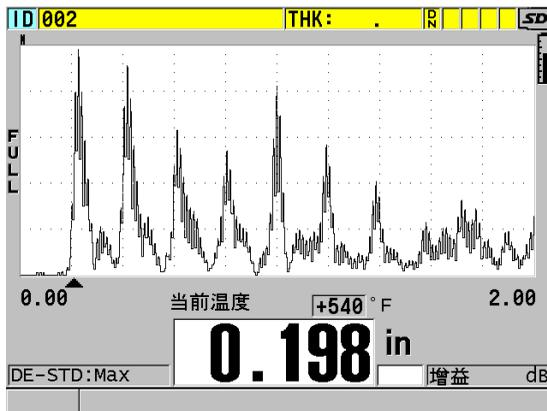

图 10-19 温度补偿数据的显示
- 按 [测量] 键，返回到测量屏幕，此时温度补偿已激活（参见第 159 页的图 10-19）。